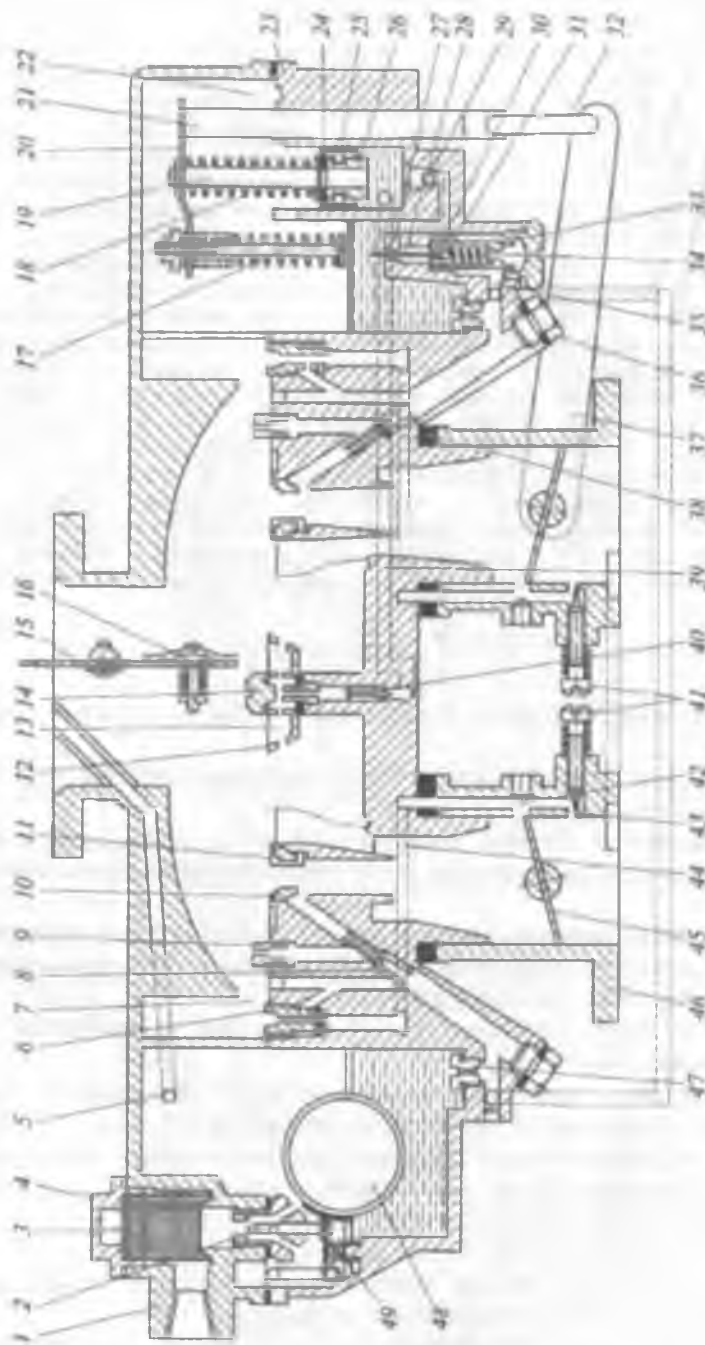

Рис. 1.17. Карбюратор К-88АЕ:
16. Изучить работу карбюратора К-88АМ, устанавливаемого на автомобиле ЗИЛ-130 (для изучения использовать рис. 1.17, на котором изображена аналогичная модель карбюратора — К-88АЕ